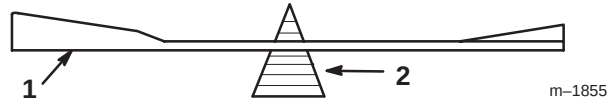

Bild 44
2. Überprüfen Sie die Auswuchtung des Schnittmessers auf einer Ausgleichsmaschine (Bild 44). Wenn das Schnittmesser in seiner horizontalen Position bleibt, ist es ausgewuchtet und kann wiederverwendet werden.